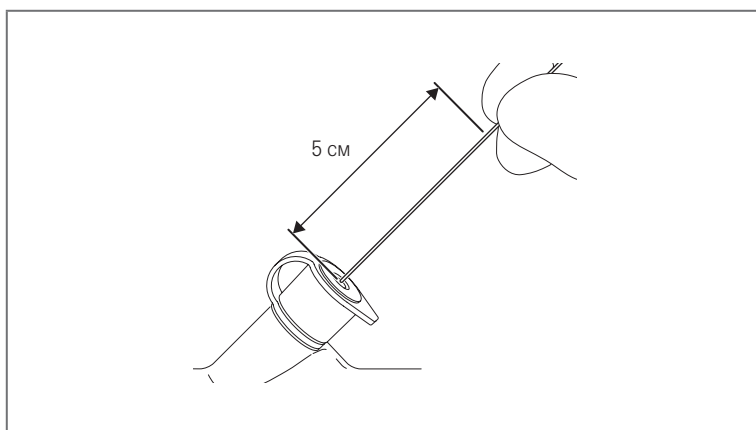

Рис. 4.2
1. Следите, чтобы дистальный конец эндоскопического устройства был закрыт или втянут в интродьюсер. При использовании биопсийных щипцов полностью сомкните чашки на кончике. При первом введении почувствуется некоторое сопротивление. Возьмитесь за стержень на расстоянии около 5 см от конца и протолкните его внутрь. (см. рисунок 4.2)